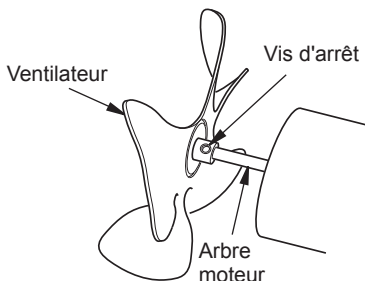

Figure 9 - Identification du ventilateur, de l'arbre du moteur et de la vis d'arrêt
- Utilisez une clef hexagonale de 1/8 po pour desserrer la vis d'arrêt qui maintient le ventilateur à l'arbre du moteur (voir figure 9, page 50).